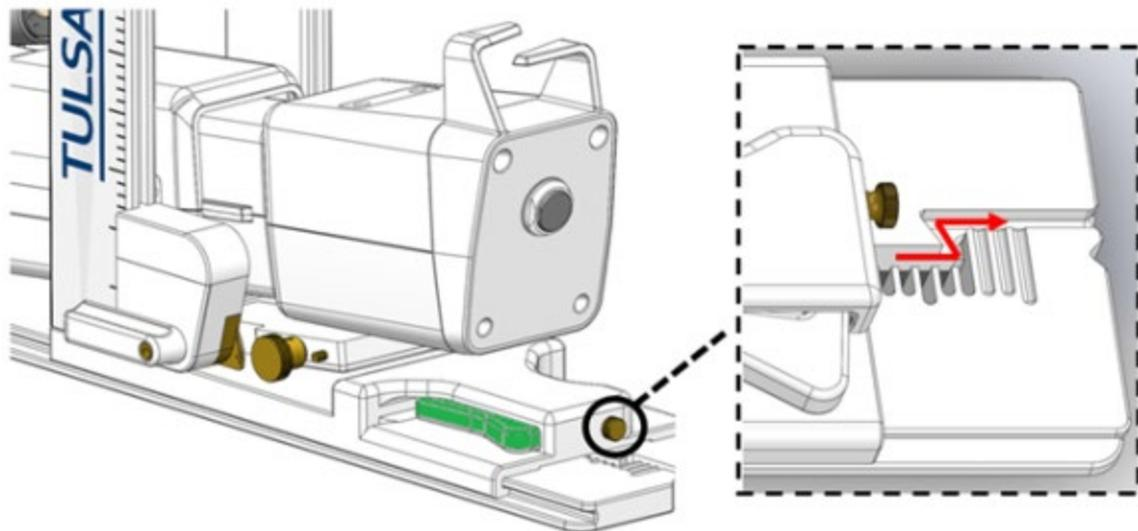

Figura 62: Extracción del PS de la placa base
1. Retire el PS de su placa base dentada desenroscando parcialmente el tornillo de mariposa situado en la parte trasera de la base del PS y presionando la palanca de ajuste horizontal a través del canal Z de la parte trasera de la base del PS (*figura 62*).